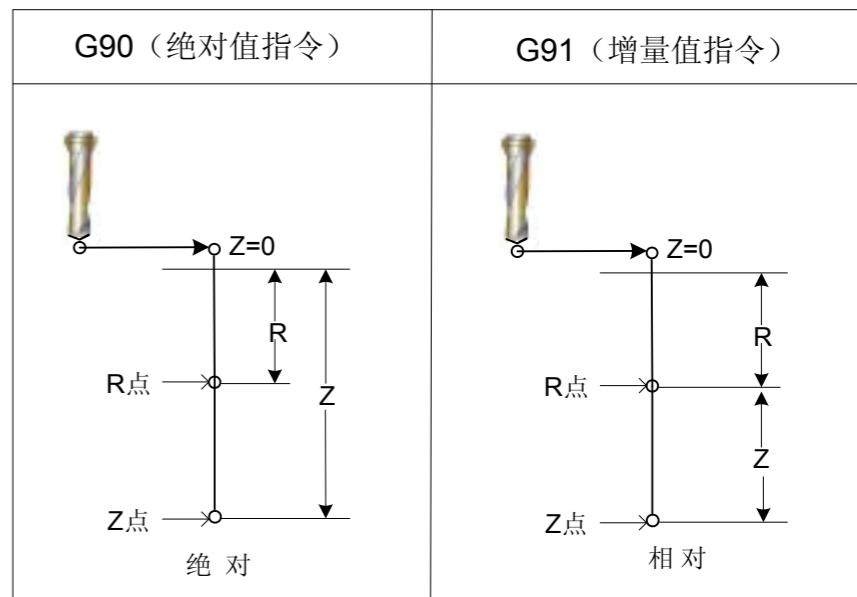

图 3-4-2
R	用增量值指定图 3-4-2(B) 的从初始点平面到 R 点距离, 或者用绝对值指定 R 点的坐标值。进给速度在动作 2 和动作 6 中全都是快速进给。
沿着钻孔轴的移动距离对 G90 和 G91 变化如图 3-4-2 所示。(一般用 G90 编程, 如用 G91 编程, 则 Z 和 R 均按负值处理)